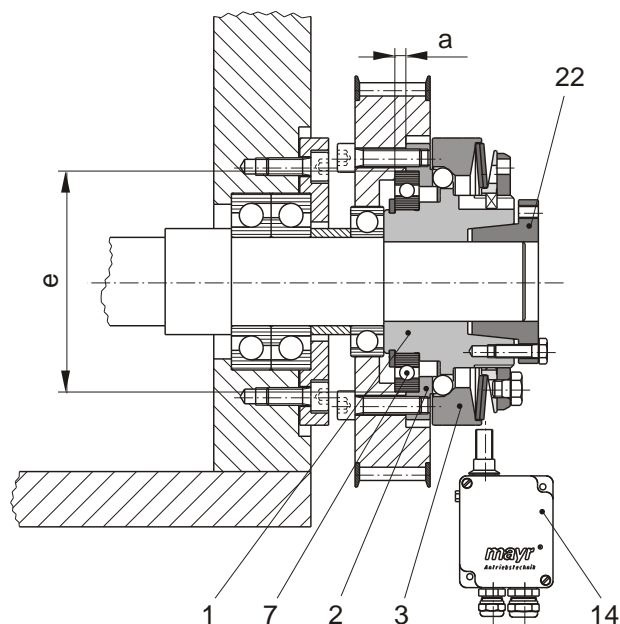

Fig. 4
Lorsque la charge radiale résultante de l'élément de transmission est approximativement centrée sur le roulement à billes (7) et lorsqu'elle est inférieure à la charge radiale maximale admissible selon le tableau 3, alors il n'est pas nécessaire de placer de très larges éléments de transmission et pour une application de la force radiale résultante non-centrée sur le roulement, l'élément de transmission doit être placé sur un palier supplémentaire sur l'arbre, fig. 4.
Veiller à ce que l'élément de transmission soit placé sur palier fixe, voir fig. 4.